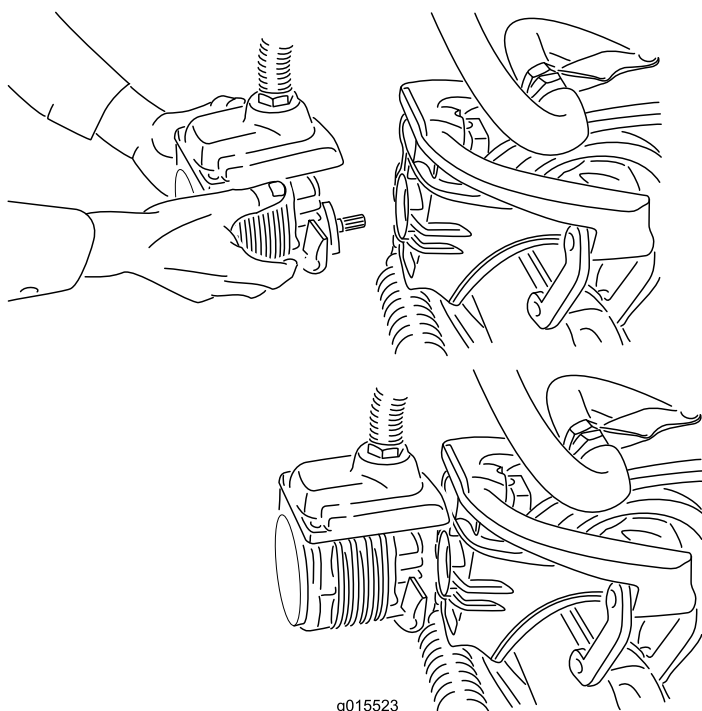

Figura 40
4. Mova o motor para o local de armazenamento na parte da frente do braço de suspensão (Figura 40).